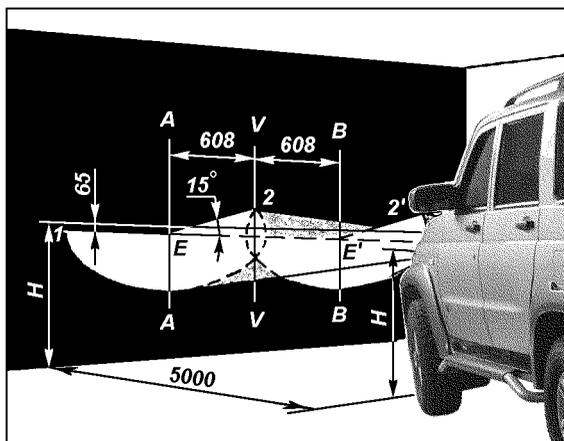

Рис. 9.40. Разметка экрана для регулировки фар:
1. Установите полностью заправленный и снаряженный автомобиль с нормальным давлением воздуха в шинах и нагруженным сиденьем водителя 750 Н (75 кгс) на ровной горизонтальной площадке на расстоянии 5 м от экрана со специальной разметкой (рис. 9.40).